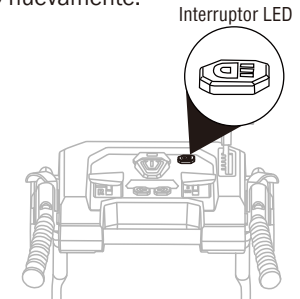

Fig. 11B
2. Para encender las luces, presione el botón LED en la caja del mango (Fig. 11B).